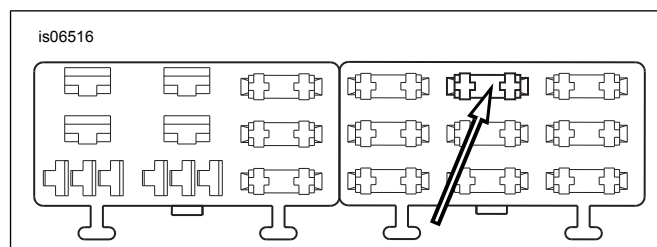

Figura 19. Cavità del pannello fusibili "P&A IGN" (modelli Softail 2004-2010)
4. Vedere Figura 19. Individuare la cavità del fusibile (1) indicata con "P&A IGN" (accensione P&A) sul coperchio del pannello fusibili destro. Inserire il terminale nel filo arancione/bianco dell'adattatore finché non si arresti. Esaminare l'attiguo terminale installato in fabbrica e controllare orientamento e profondità di inserimento.